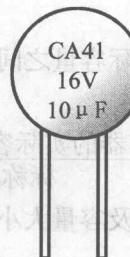

图 1- 13 钽电解电容器
(3) 瓷介电容器。瓷介电容器是以陶瓷材料作为电容器的介质,因此成本低,电容量和工作电压范围比较宽,但损耗较大,容量精度不易控制,另外,稳定性能也较差。多用于无线电、家电中,不宜在高频电路中使用。瓷介电容器的外形如图 1- 14 所示。